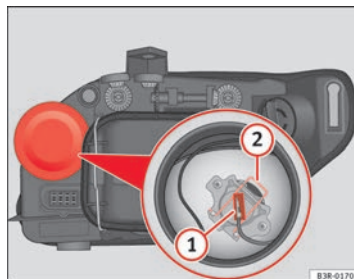

Fig. 207 Abbaglianti
- Estrarre il connettore ⇒ fig. 207 (1) della lampada.
- Premere la molla ⇒ fig. 207 (2) verso l'interno e verso destra.